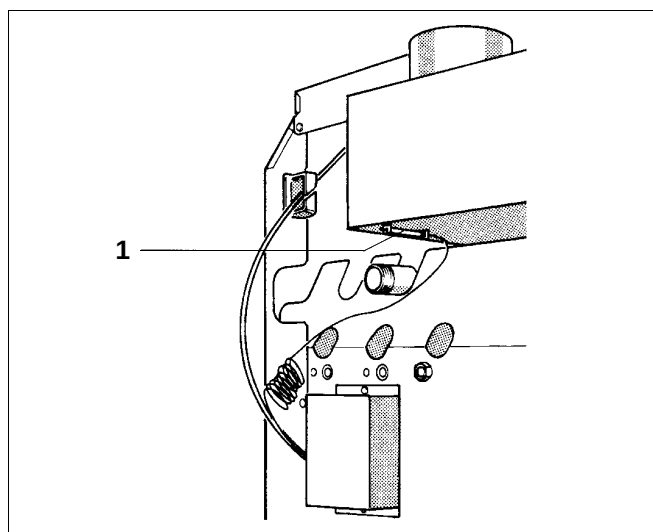

Fig. 34 Dispositif de surveillance des fumées AW 50
- Dévisser la sonde de température pour les fumées (fig. 34, **pos. 1**) du coupe-tirage / antirefouleur.
- Maintenir le bout de la sonde de température pour les fumées (fig. 34, **pos. 1**) au centre du flux de fumées, lorsque le brûleur est en fonctionnement.
- Remonter la sonde de température (fig. 34, **pos. 1**) sur le coupe-tirage / antirefouleur.